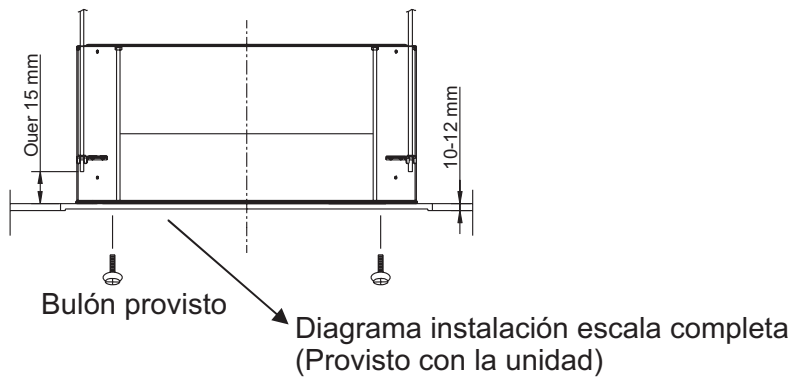

Fig.8
- La longitud de los bulones de suspensión debe ser la correcta para una distancia entre la parte inferior del bulón y la parte inferior de la unidad, de más de 15 mm, como se muestra en Fig. 8.